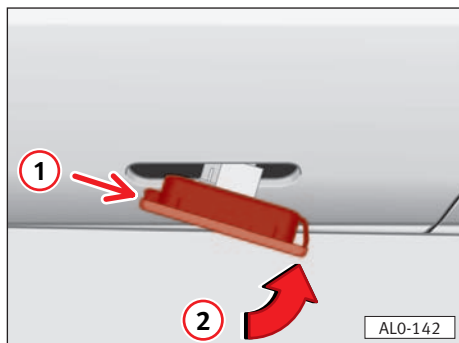

Fig. 184
- Colocar el intermitente en primer lugar en el orificio de la carrocería, encajando las pestañas ⇒ fig. 184 flecha ①, y a continuación encajar la lámpara como indica la flecha ⇒ fig. 184 ②. ■